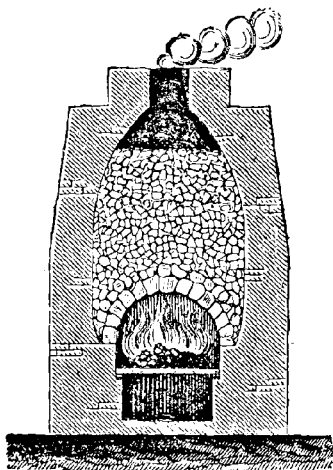

Fig. 36. Four à chaux intermittent.
**Préparation industrielle.** — On l'obtient en décomposant le carbonate de calcium ou pierre à chaux par la chaleur dans des fours. Ceux-ci sont dits *intermittents*, quand ils ne fonctionnent que de temps à autre ou même qu'une fois (fig. 36); on les nomme *coulants*, quand ils sont constamment allumés. Dans ce dernier cas, on verse dans le four des couches alternatives de charbon et de pierre. Sous l'influence de la chaleur, celle-ci se décompose en gaz carbonique qui sort par en haut et en chaux qui tombe au fond.